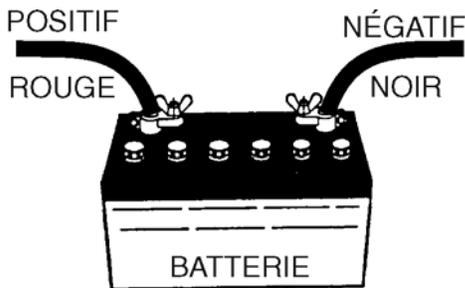

Figure 35. Raccordements de la batterie
**TOUJOURS** s'assurer que les câbles de la batterie (Figure 35) sont correctement connectés aux bornes de la batterie comme indiqué ci-dessous. Le **câble rouge** est connecté à la borne positive de la batterie et le **câble noir** est connecté à la borne négative de la batterie.